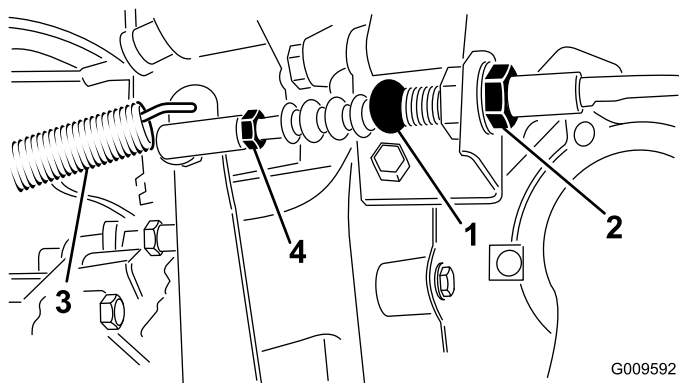

Рисунок 59
1. Ослабьте контргайки крепления троса сцепления к кронштейну на корпусе сцепления (Рисунок 59).